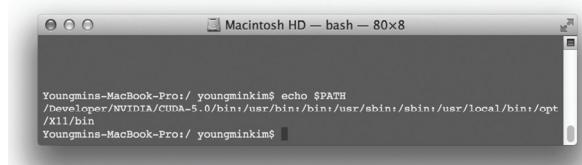
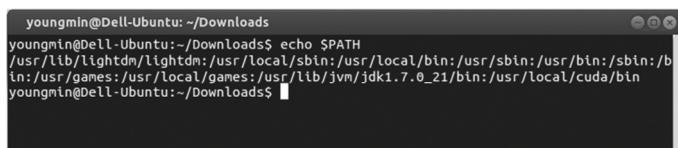

图 A.10 Mac OS X 中的 nvcc PATH
图 A.11 Linux 环境中的 nvcc PATH
- 对于 Mac OS X 与 Linux，在 shell 中的提示符下键入 echo \$PATH，确保 nvcc 路径同图 A.10 与图 A.11 中规定的相同。